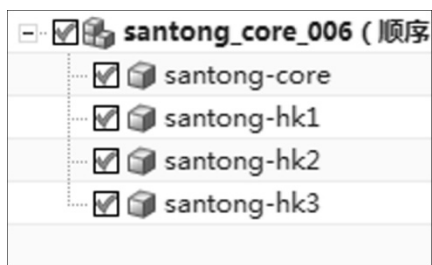
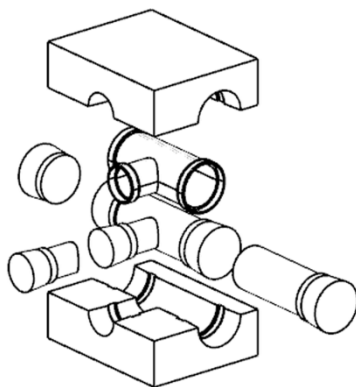

图 6-35 “装配导航器”的下层文件
图 6-36 编辑爆炸图
(63) 采用相同的方法，创建其他 3 个下层文件，旋转体（一）的名称为“santong-hk1”，旋转体（二）的名称为“santong-hk2”，旋转体（三）的名称为“santong-hk3”，如图 6-35 所示。
(64) 在横向菜单中选“窗口”，选 `santong_top_000.prt`，打开整个模具零件。
(65) 选取“菜单 | 格式 | 图层设置”命令，显示所有图层。
(66) 在横向菜单中单击“应用模块”，单击“装配”，进入装配环境。
(67) 选取“菜单 | 装配 | 爆炸图 | 新建爆炸图”命令，创建新的爆炸图。
(68) 选取“菜单 | 装配 | 爆炸图 | 编辑爆炸图”命令，移动各零件（爆炸图）后如图 6-36 所示。